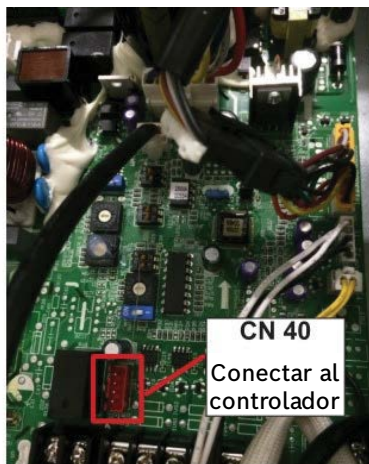

Figura 30 Ubicación del puerto CN40 para unidades con conducto
3. Conecte el extremo rojo del cable de conexión E (consulte la figura 30 anterior) a CN40 en la placa principal.